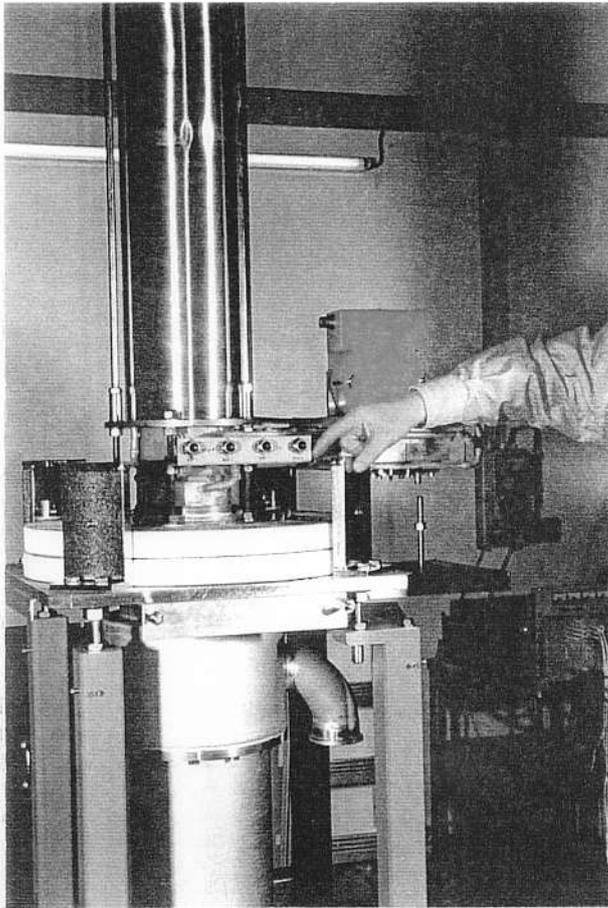

Abb. 23. Gefahrenstellen beim Einsetzen
- b) Richten Sie das Betriebsgestell mit einer Wasserwaage durch Kurbeln an den Füßen aus und entfernen Sie die oberen Muttern von den Hohlleiterstützen (Abb. 23.)
Achten Sie darauf, daß die Wasserleiste der Röhre nicht mit dem Betriebsgestell kollidiert und die Hohlleiterstützen sich in den Haltetaschen nicht verkanten (Abb. 23.)!